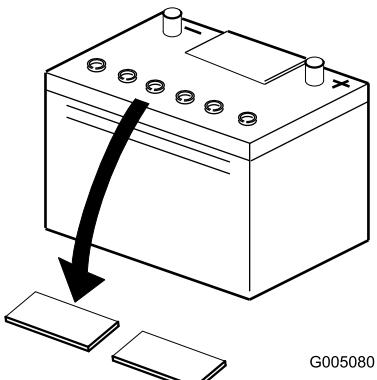

Bild 3
- Reinigen Sie die Oberseite der Batterie und nehmen Sie die Entlüftungsdeckel ab (Bild 3).